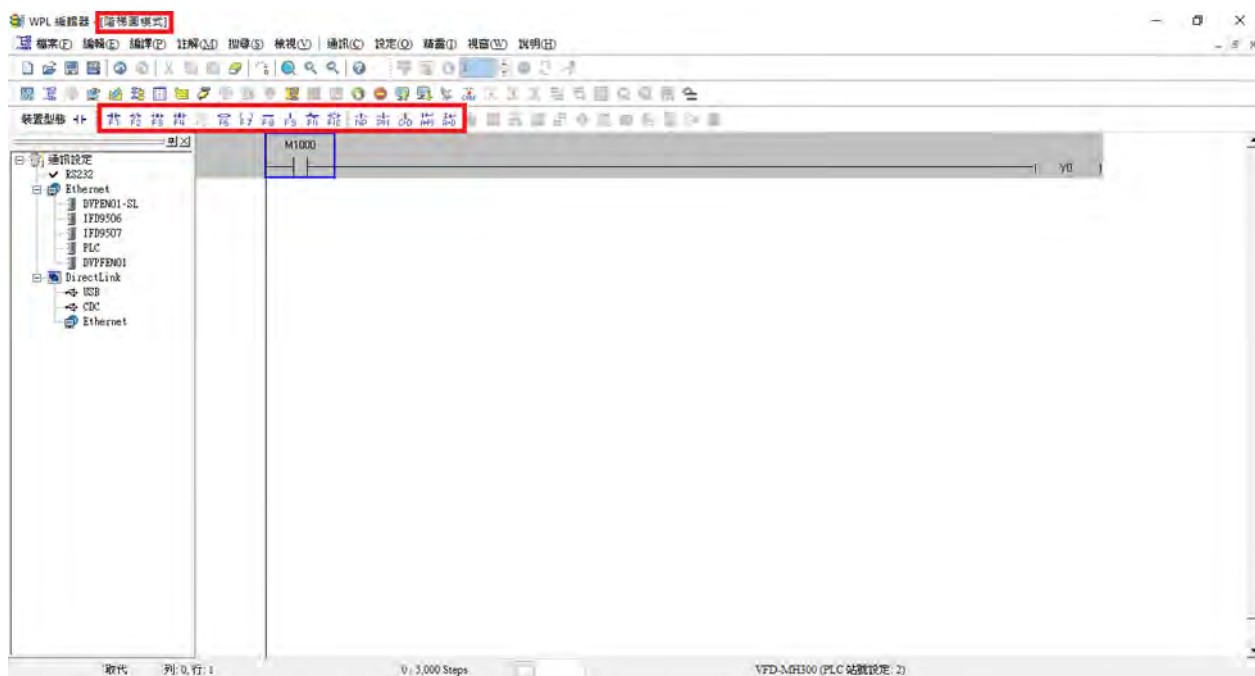

图 16-9
**注记：**在阶梯图模式中可利用阶梯图工具栏中的按钮（如下图 16-9 所示）进行编辑程序。